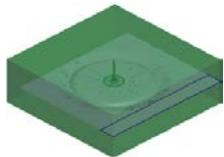

图 23.26 延伸 3
Step6. 创建图 23.26 所示的延伸 3。选取图 23.27 所示的边线 1，再按住 Shift 键选取边线 2；单击 **分型面** 功能选项卡 **编辑** ▾ 区域的 延伸按钮；在操控板中按下 按钮；在系统的提示下，选取图 23.27 所示的表面为延伸的终止面；在 **延伸** 操控板中单击 按钮。